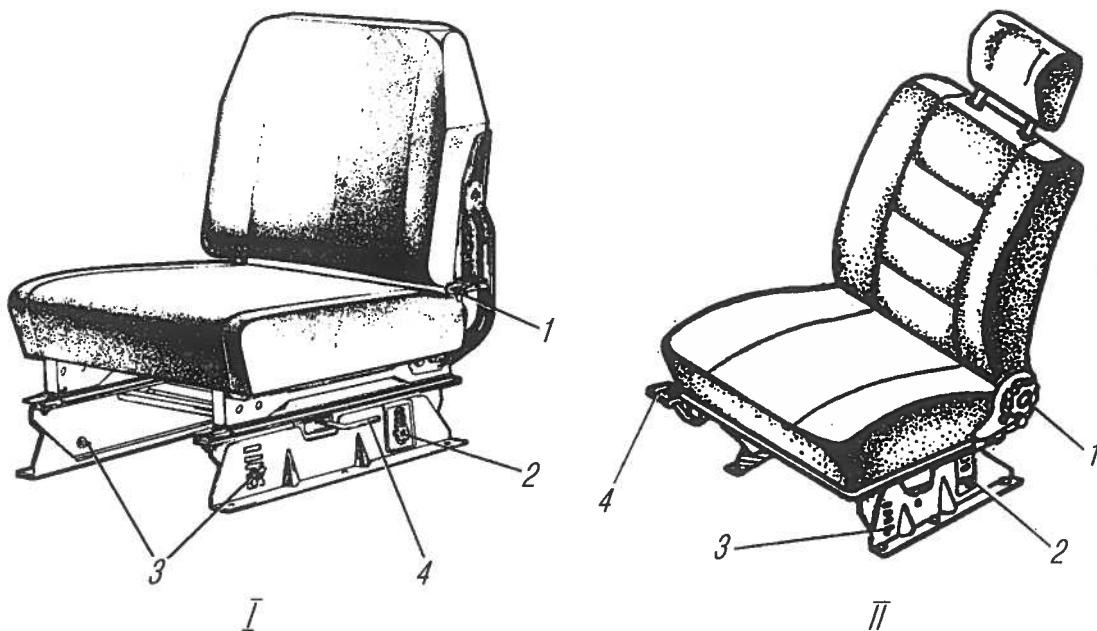

Рис. 95. Сиденье водителя:
**Сиденья водителя и пассажиров** раздельные, амортизирующий элемент — резиновые ремни и губчатая резина. Положение сиденья водителя можно регулировать, перемещая его вперед или назад. Предел регулировки 110 мм. Ручкой 4 (рис. 95), находящейся с левой стороны подставы (рис. 95, I) или с правой стороны подставы (рис. 95, II), сиденье фиксируется в нужном положении. Сиденье водителя имеет механизм изменения наклона подушки и положения сиденья по высоте с пределом регулирования 80 мм. Для изменения положения сиденья по высоте отвернуть два передних винта 3 с левой и правой сторон сиденья. Установив необходимую высоту его передней части, завернуть винты на несколько оборотов, но не туго, ослабить крепление задней части сиденья отворачиванием двух винтов 2 на четыре–пять оборотов.
Спинка сиденья водителя имеет регулировку угла наклона. Для изменения угла наклона спинки отвернуть на два–три оборота с левой и правой сторон сиденья гайки 1 (рис. 95, I) и, выбрав нужное положение спинки, снова их надежно завернуть, или воспользоваться рукояткой 1 (рис. 95, II), находящейся с левой стороны сиденья.